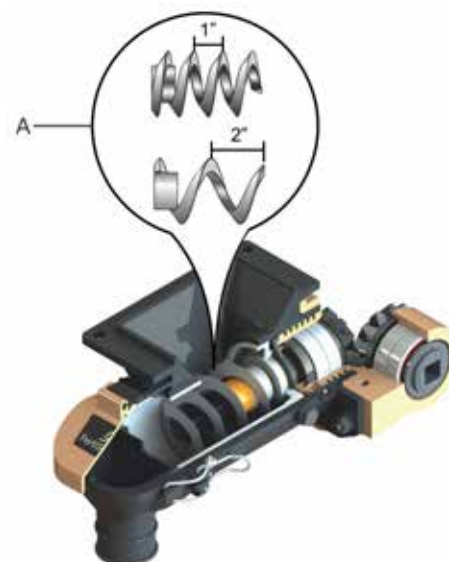

fig. 13
A regulagem da quantidade de fertilizante em kg/ha é realizada através das roscas sem-fim, de passo 1" e 2" (A) (fig. 13) montadas no dosador FERTISYSTEM e do recâmbio das rodas dentadas da transmissão.